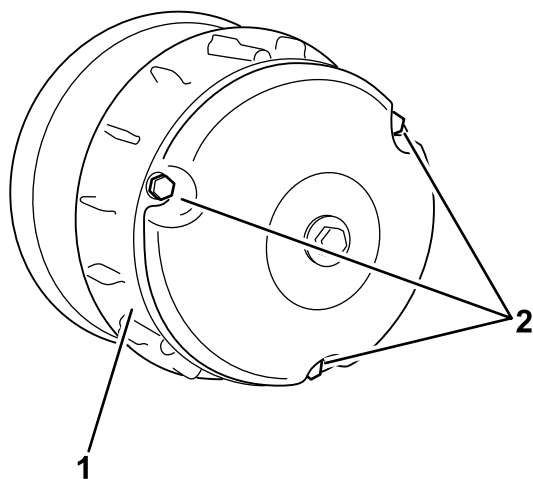

Рисунок 66
2. Отверните три болта крепления крышки сцепления и снимите крышку (Рисунок 66).
4. Установите крышку сцепления и закрепите ее 3 болтами (Рисунок 66), снятыми при выполнении пункта 2.